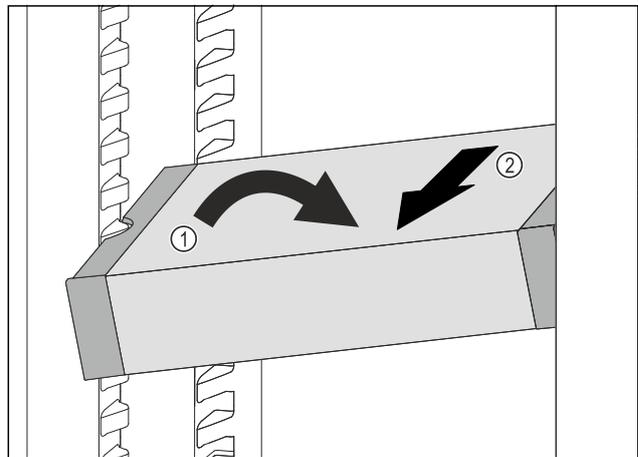

Fig. 124
- ▶ Coloque el VarioSafe inclinado en el compartimento frigorífico. Fig. 124 (1)
- ▶ Extraiga el VarioSafe hacia delante. Fig. 124 (2)